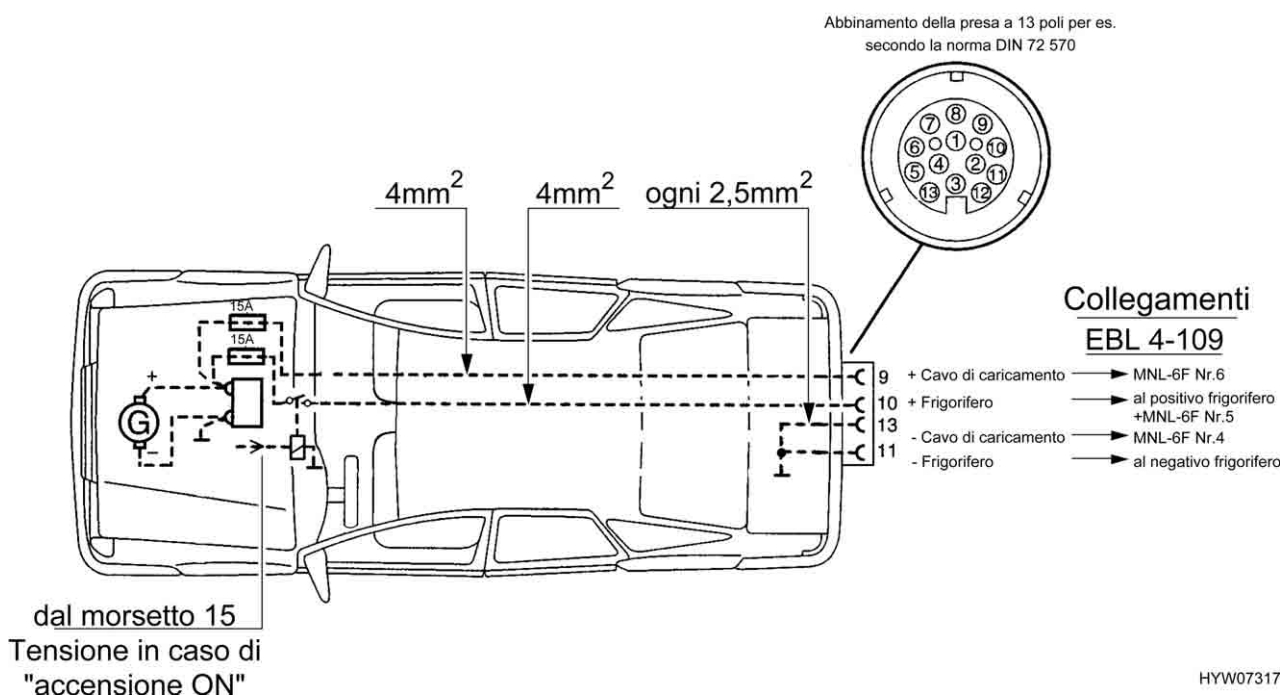

Fig. 74 Installazione per veicolo trainante (pacchetto autarchico)
- ▷ Attrezzare la motrice con le sezioni di cavo relative e con un relais (Fig. 74,1) per l'alimentazione elettrica (comandata tramite accensione) (vedi Fig. 74).